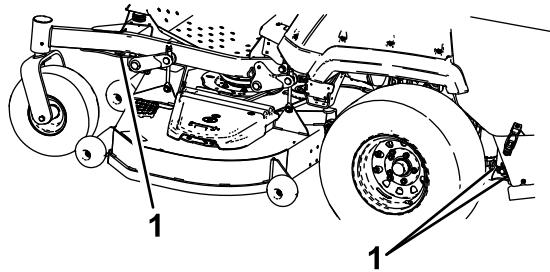

図 32
6. 前キャスタホイールおよび後部フレームを利用して機体をロープやチェーンなどで固定する図 32。ロープ掛けや積荷固定については各地域の法令などに従ってください。